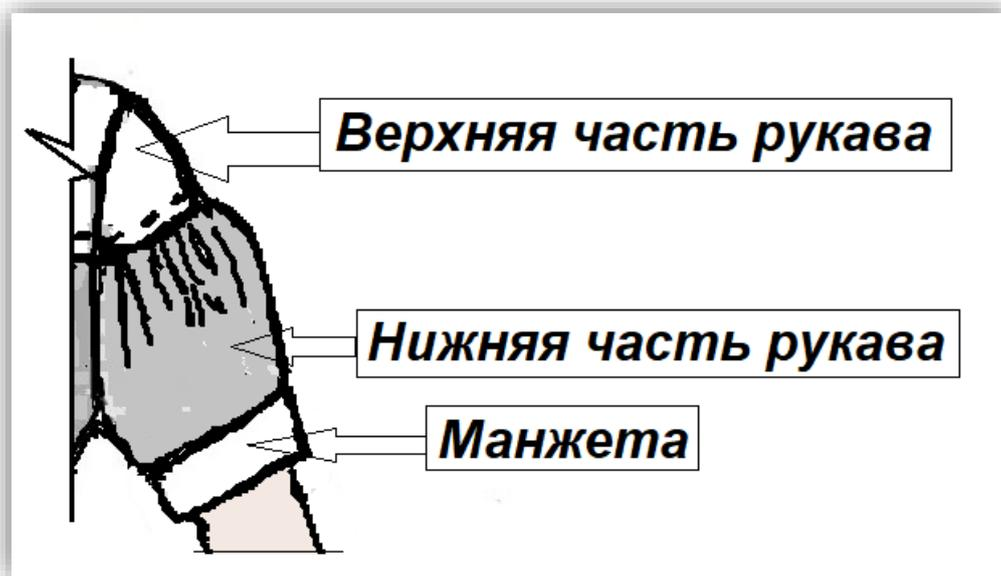

Рисунок 1 – Рукав
**Второй этап:** Моделирование фрагмента заданной модели «**Обработка рукава**» женского платья (стр. 7, рис. 1) в натуральную величину и изготовление лекал. **Обработка и соединение манжеты в задание не входит.**
**Третий этап:** Изготовление (пошив) образца фрагмента заданной модели (стр. 7, рис. 1) женского платья.
1) Внешний вид фрагмента заданного изделия должен полностью соответствовать техническому рисунку модели и художественно-техническому описанию (стр. 3, табл.1), рисунку фрагмента (стр. 7, рис. 1) и техническим требованиям в п.п.2.2 (при их наличии).